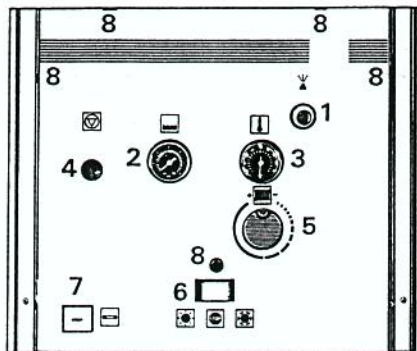

Fig. 1
1. Placez l'interrupteur électrique (6) (fig. 1) en position .
3. Dévissez la vis de purge (9), à l'apparition du premier filet d'eau, revissez.
4. Ouvrez le robinet de remplissage de l'installation, lorsque l'aiguille du manomètre (2) a atteint 1,5 bar, refermez le robinet.
5. Remplacez l'interrupteur électrique (6) (fig. 1) sur sa position initiale.